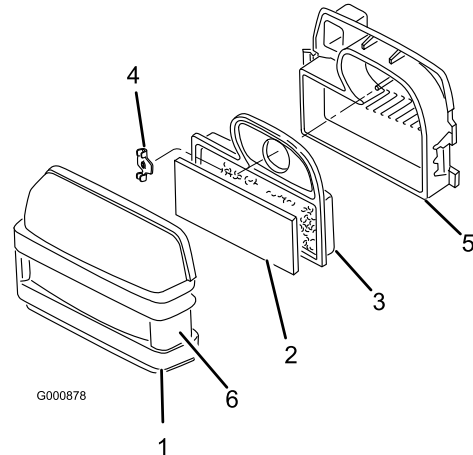

Figura 27
3. Limpie alrededor del limpiador de aire de forma que la suciedad no penetre en el motor y cause daños. Desenganche los dos cierres laterales y retire la tapa del limpiador de aire (Figura 27).
4. Separe cuidadosamente el filtro de gomaespuma del filtro de papel (Figura 27).
5. Desenrosque la tuerca de orejeta y retire el filtro de papel (Figura 27).
1. Deslice cuidadosamente el filtro de gomaespuma sobre el filtro de papel (Figura 27).
2. Coloque el conjunto del limpiador de aire sobre la base del limpiador de aire e instale la tuerca de orejeta (Figura 27).
3. Instale la tapa del limpiador de aire y fije los cierres (Figura 27).